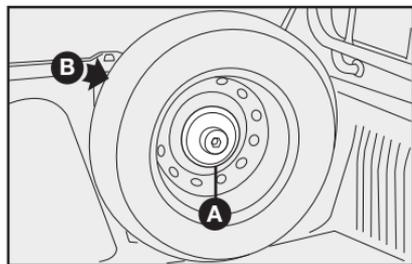

fig. 14
- conforme a versão, desatarraxar o pino-suporte da roda sobressalente **A-fig. 14, 15, 16** ou **17** e retirar a mesma de sua sede **B-fig. 14, 15, 16** ou **17**;